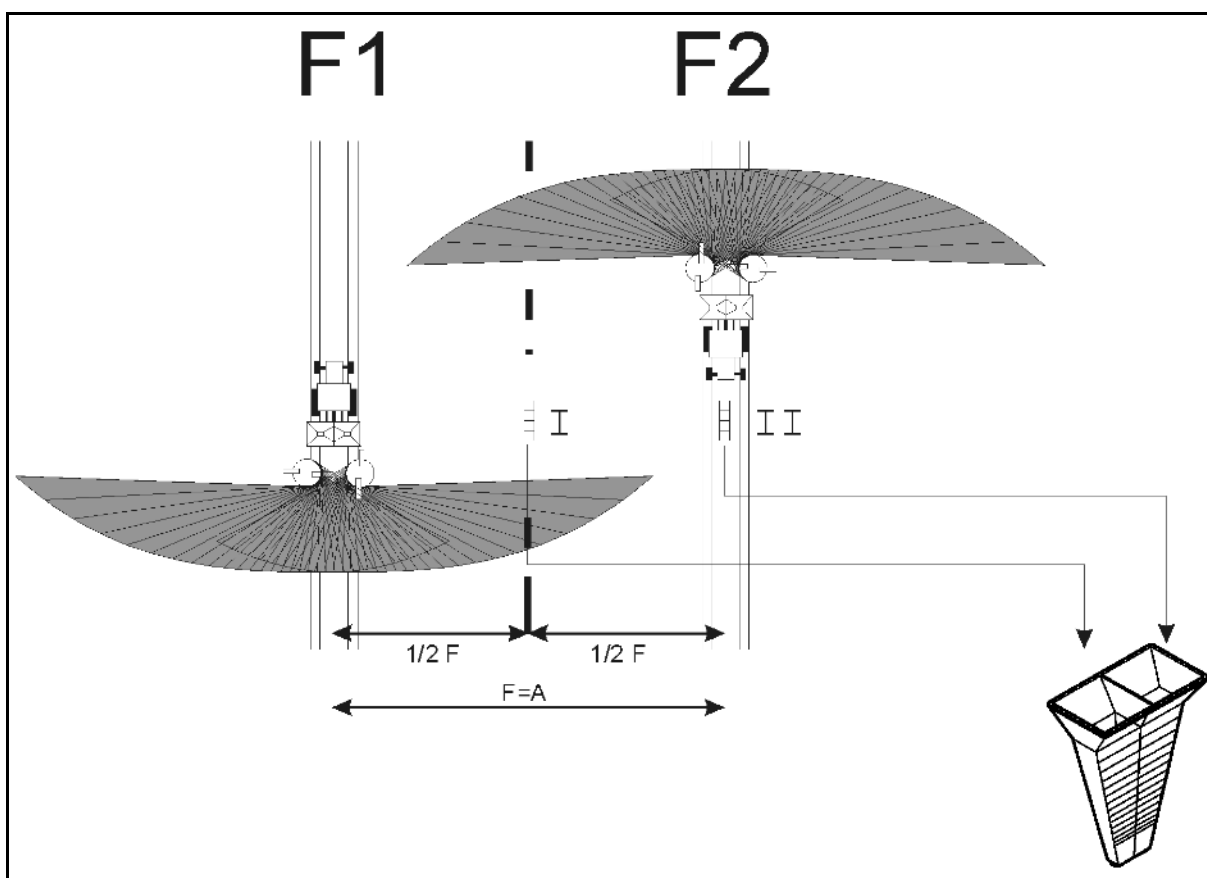
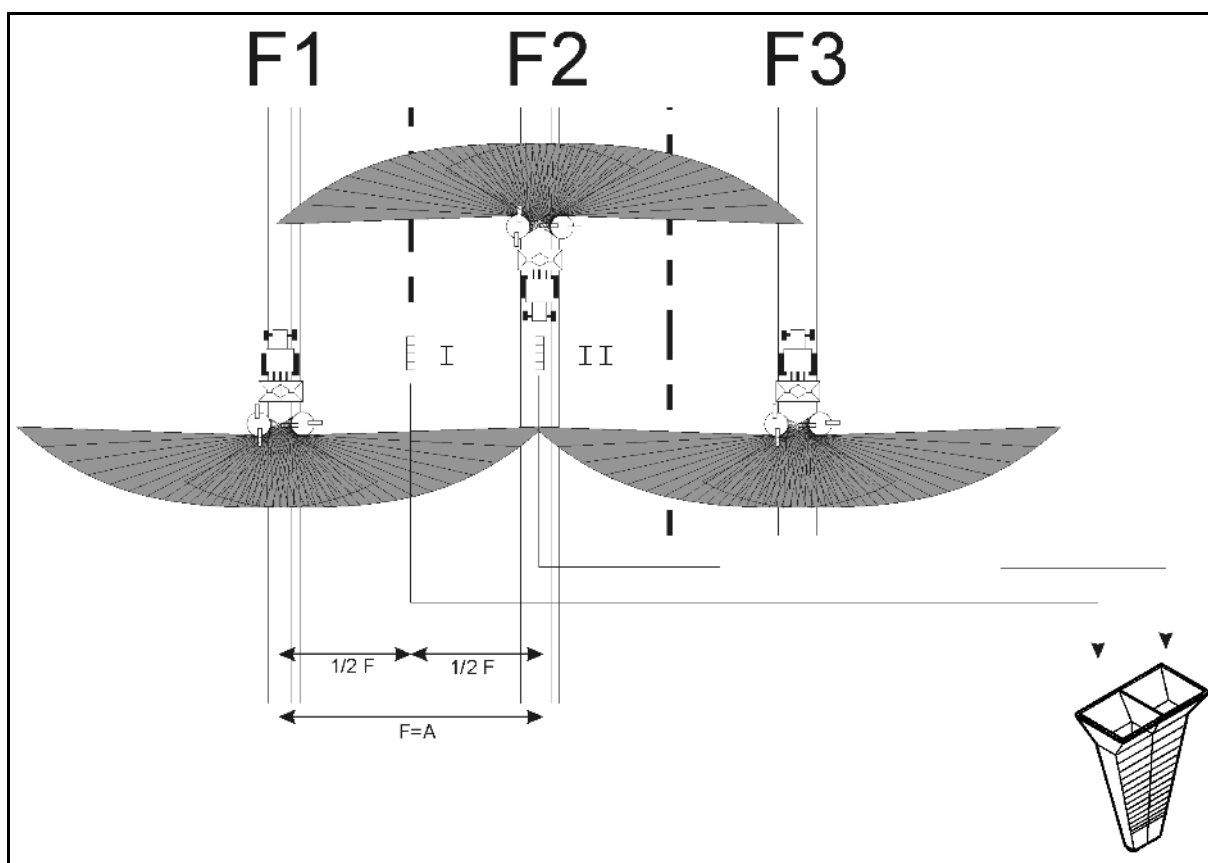

Fig. 1
Fig. 2
La distribución transversal del abono se controla mejor colocando 4 cubetas colectoras unas detrás de otras en cuatro hileras paralelas entre sí (Fig. 1). Juntando las cantidades de abono recogidas por las 4 cubetas se obtiene un valor promedio relevante (Fig. 2).
Colocar las bandejas de recogida sobre la superficie plana del suelo, de la siguiente manera (Fig. 1):
- 3.1 En caso negativo, recorrer únicamente el carril **F2** (Fig. 1).
- 3.2 En caso afirmativo, recorrer los carriles **F2** y **F3** (Fig. 2).